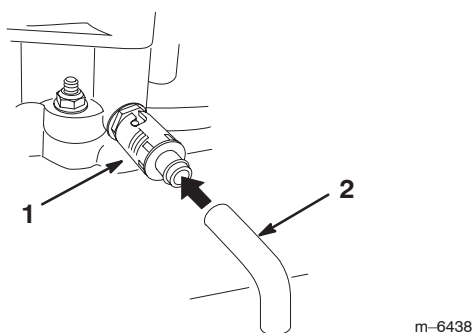

Figure 18
6. Placez un bac sous le flexible de vidange. Tournez le robinet de vidange d'huile pour permettre à l'huile de s'écouler (Fig. 18).
8. Retirez le flexible de vidange (Fig. 18).